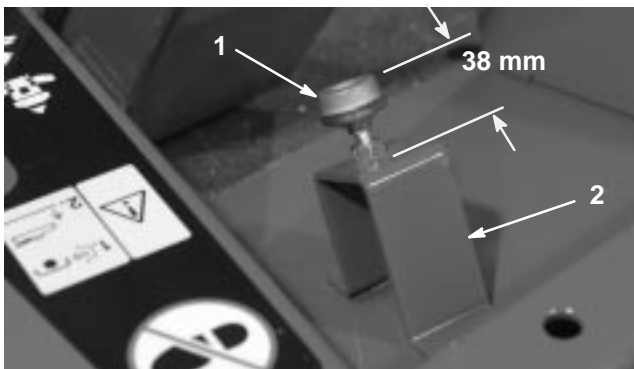

Bild 68
2. Prüfen Sie die Einstellung des Anschlages des Fahrpedals. Die Entfernung von der Oberseite des Ständers bis zur Oberseite des Anschlages muss 38 mm betragen (Bild 68). Lockern Sie die Muttern und stellen die Entfernung bei Bedarf ein.